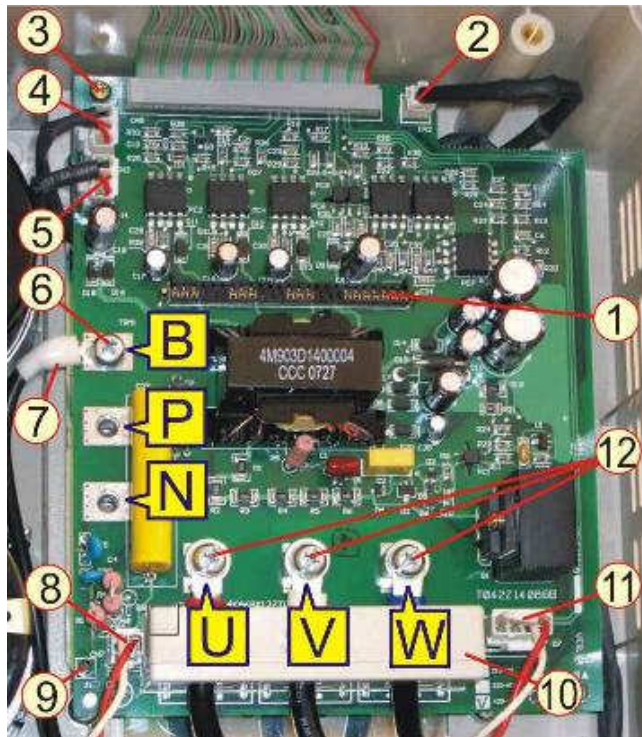

Рис.6.16
**6.10.1** Отсоединить разъемы CN1 – CN4, CN7, J1 от платы в соответствии с рис.6.16.
**6.10.3** Выкрутить винт 6, отвести провод 7 от платы (рис.6.16). Положить винт в тару.
**6.10.4** Выкрутить три винта 12, снять три контактные втулки, вытянуть провода U, V, W клеммника TM1 из окон блока датчиков тока 10 (рис.6.16). Положить винты и втулки в тару.
**6.10.5** Выкрутить самонарезающий винт 3 (рис.6.16). Положить винт в тару.
**6.10.6** Снять плату драйверов, подняв ее за края по линии розетки 1 (рис.6.16). Положить плату в тару.